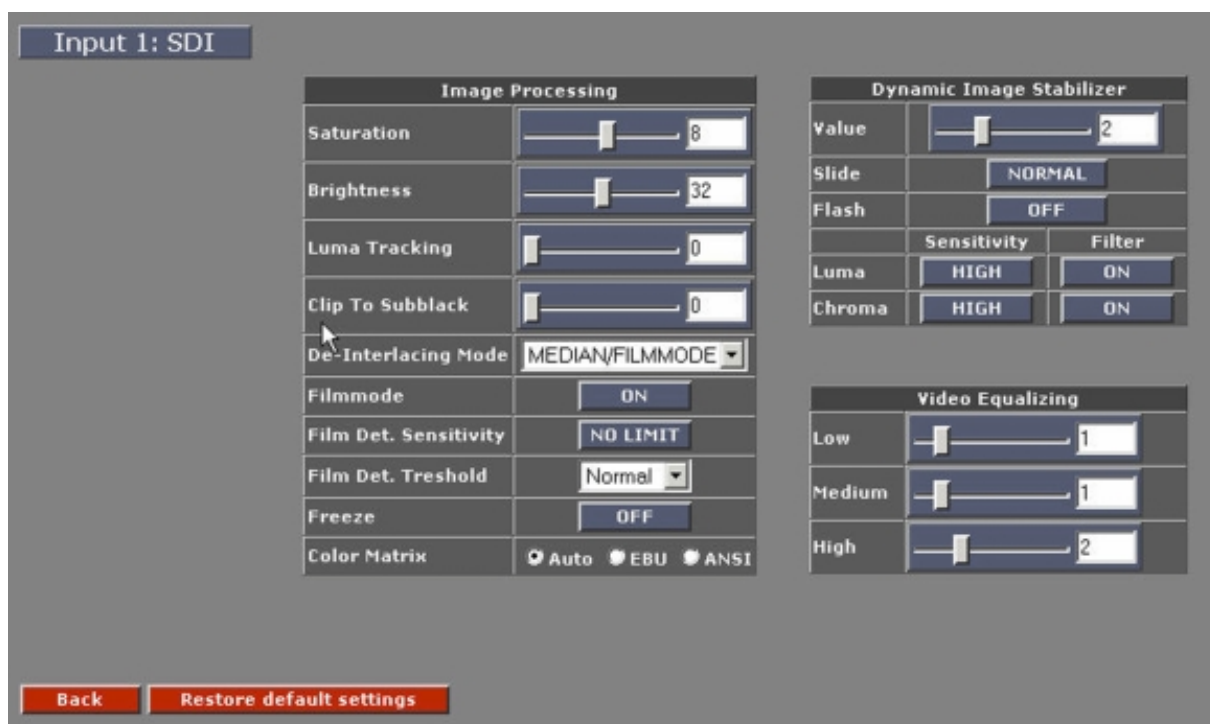

Imagen 10-6
1. Haga clic en  junto a la entrada SDI para abrir la ventana de configuración de la misma. (imagen 10-6)